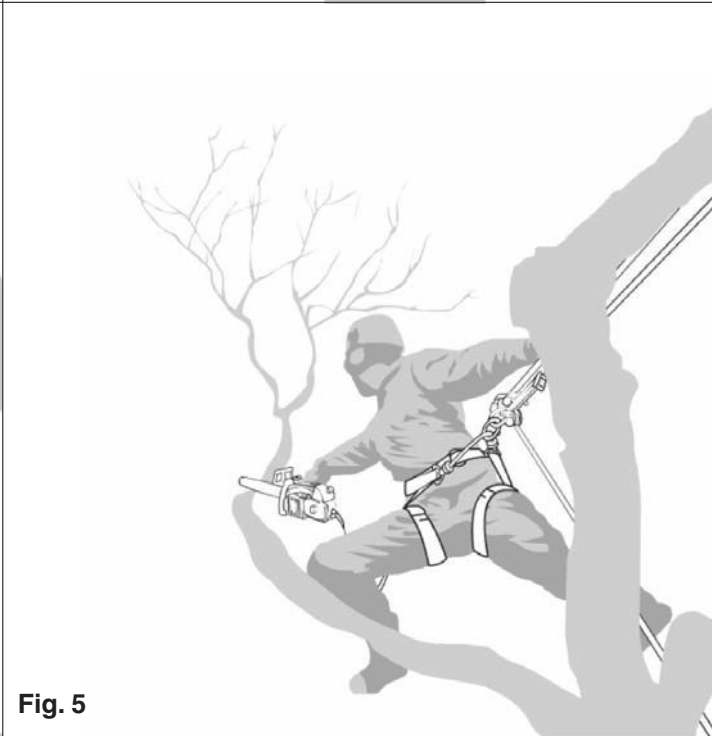

Fig. 5
- a moto-serra for utilizada em plena extensão, perpendicularmente ao corpo do operador e distanciada deste (Fig. 5).